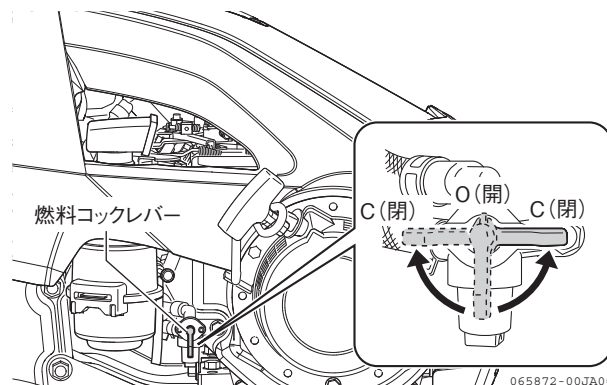

図 2-43 燃料コックレバー
5. 燃料コックレバーを「C (閉)」位置にします。(図 2-43)